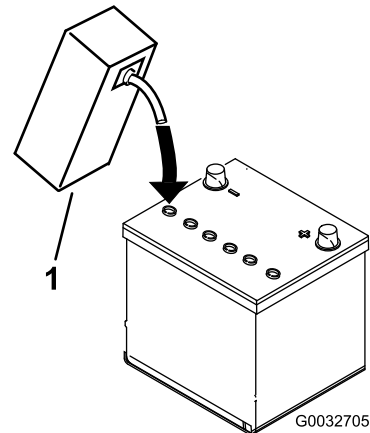

图7
3. 小心为每个电池注入电解液，直到电池极板被大约 6mm 的液体覆盖 (图7)。
- 等待约 20 至 30 分钟，以便电解液渗透到极板内。必要时加注电解液，使电解液保持在加注井底部约 6mm 范围内（图7）。